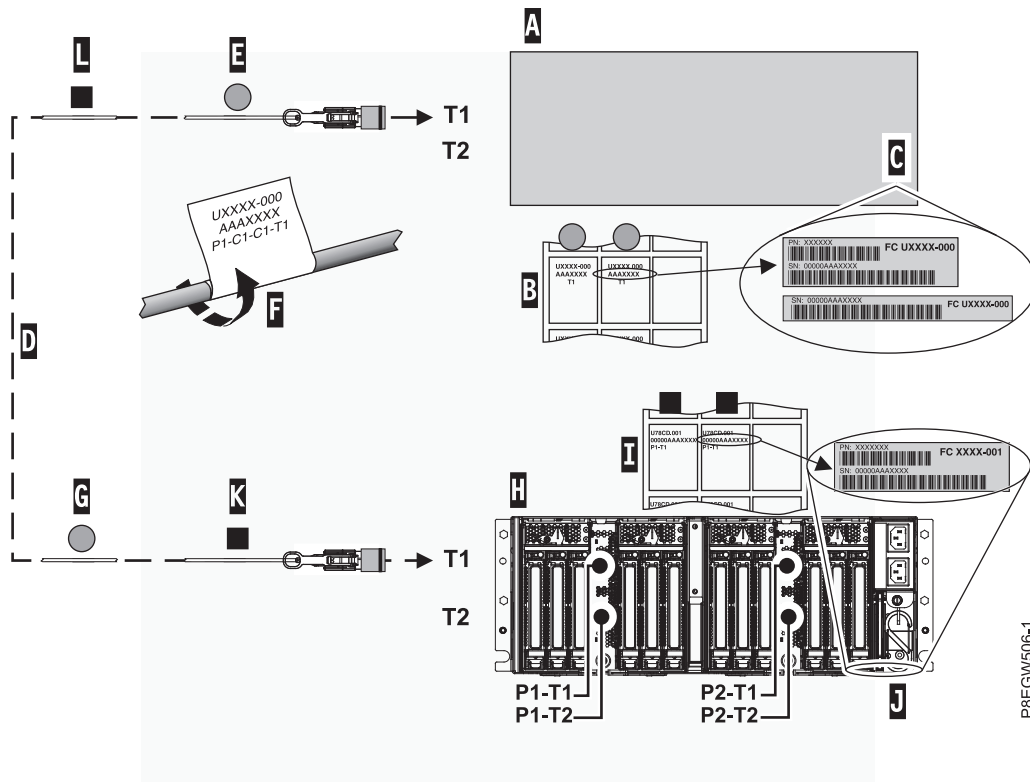

Figure 15. Etiquetage d'un câble de tiroir d'extension
**Remarque :** Lorsque vous exécutez ces étapes, vous pouvez vous reporter à la figure 15, à la page 19.
- g. Associez l'étiquette Cx-T1 la plus à gauche à l'extrémité connecteur du câble (**E**). Voir figure 15, à la page 19. Apposez l'étiquette de telle manière que les informations concernant l'emplacement (**F**) soient visibles.
- h. Retirez la seconde étiquette Cx-T1 de la planche d'étiquettes de système hôte (**B**) et placez-la à l'autre extrémité du câble qui sera connecté au tiroir d'extension EMX0 PCIe3. Prenez soin de placer cette étiquette à plus de 100 mm de l'extrémité du câble (**G**). Voir figure 15, à la page 19.
**Remarque :** Lorsque vous exécutez ces étapes, vous pouvez vous reporter à la figure 15.
- a. Repérez le tiroir d'extension EMX0 PCIe3 (H) que vous connectez au système hôte.
- b. Repérez la planche d'étiquettes de numéros de série de tiroir d'extension EMX0 PCIe3 (I).
- c. Faites correspondre le numéro de série de tiroir d'extension EMX0 PCIe3 (J) au numéro de série indiqué sur la planche d'étiquettes de tiroir d'extension EMX0 PCIe3 (I).
- f. Associez l'étiquette Px-T1 la plus à gauche à l'extrémité connecteur du câble (K). Voir figure 15. Apposez l'étiquette de telle manière que les informations concernant l'emplacement (F) soient visibles.
- g. Retirez la seconde étiquette Px-T1 de la planche d'étiquettes de tiroir d'extension et placez-la à plus de 100 mm de l'autre extrémité du câble (L). Voir figure 15.
- a. Repérez l'extrémité connecteur du câble sur laquelle l'étiquette Cx-T1 de système hôte (E) a été apposée et placez-la près du port T1 de l'adaptateur de câble PCIe3.
- b. Acheminez le câble et placez son extrémité connecteur (K) près du module d'E-S sur le tiroir d'extension EMX0 PCIe3.